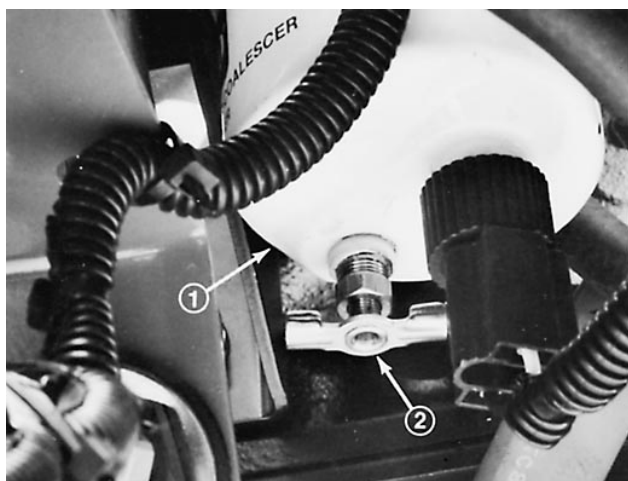

Figure 37
- Repérer le filtre à carburant/séparateur d'eau en bas à gauche du moteur et le vidanger chaque jour (Fig. 37).